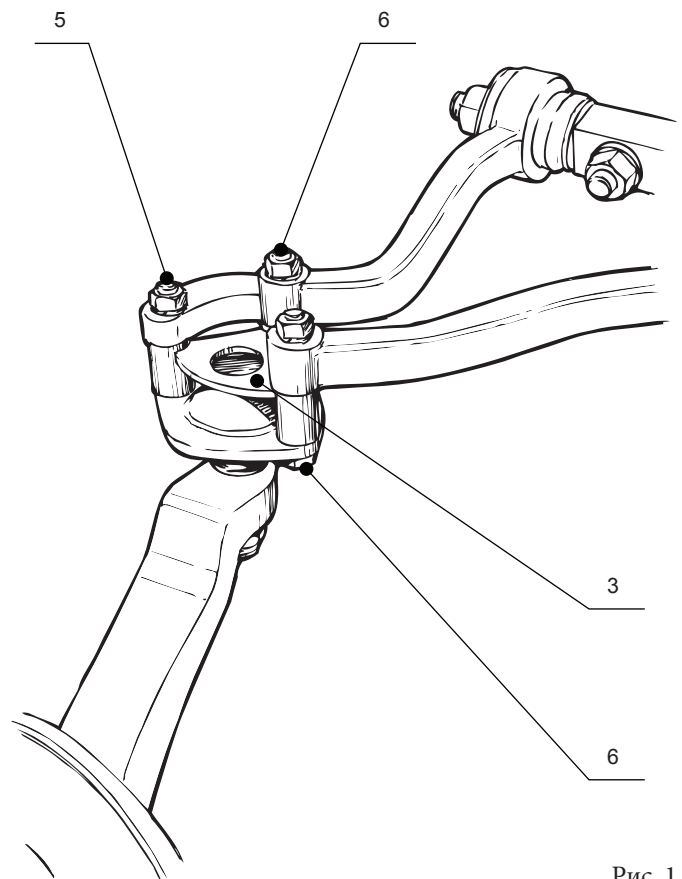

Рис. 1
4. Установить проставку верхнего шарового пальца (см. рис. 1), используя болты М8х60 и М8х65 и штатные